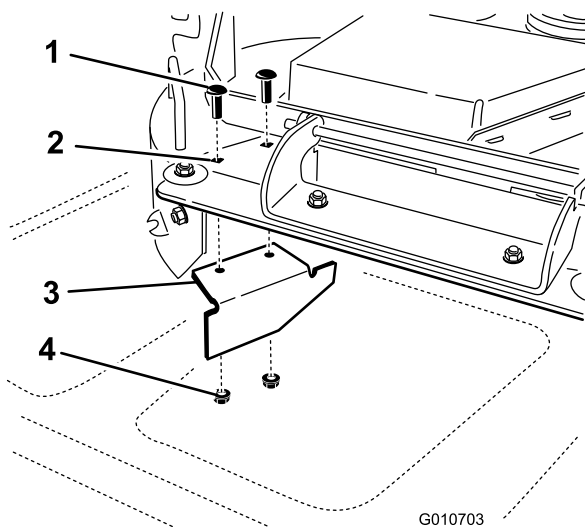

Figura 39
14. Localize o abafador de corte no saco das peças soltas. Retire os dispositivos de fixação nos furos posteriores da placa de descarga. Instale o abafador na abertura de descarga lateral na plataforma do cortador (Figura 39).